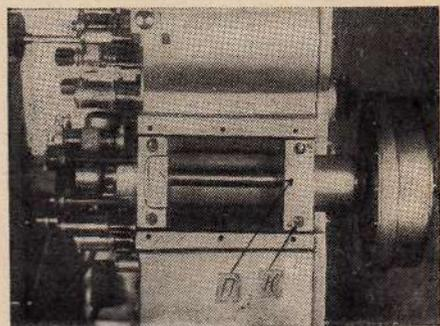

Рис. 9
6. Вывернуть винты К (рис. 9), крепящие подшипникдержатели П к телу проектора.